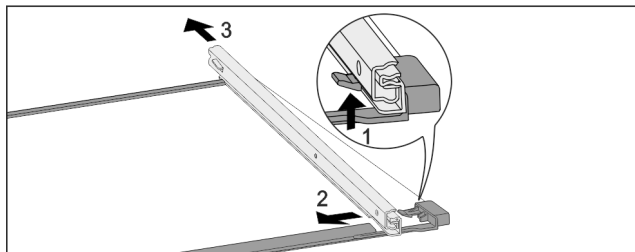

Fig. 241 Pllaka e xhamit me shinat
- ▶ Shtyni për lart grepat e kapjes në pjesën përpara. Fig. 241 (1)
- ▶ Shkëputni shinën me tërheqje në pjesën anësore Fig. 241 (2) dhe në pjesën prapa Fig. 241 (3).